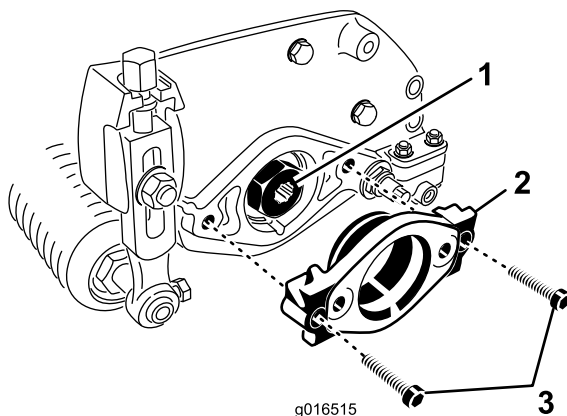

Figure 8
2. Retirez les (2) vis Allen qui fixent le support du moteur au côté gauche du plateau de coupe. Déposez le support du moteur (Figure 8).
3. Appliquez de la graisse à l'intérieur de la cannelure d'entraînement (Figure 8).